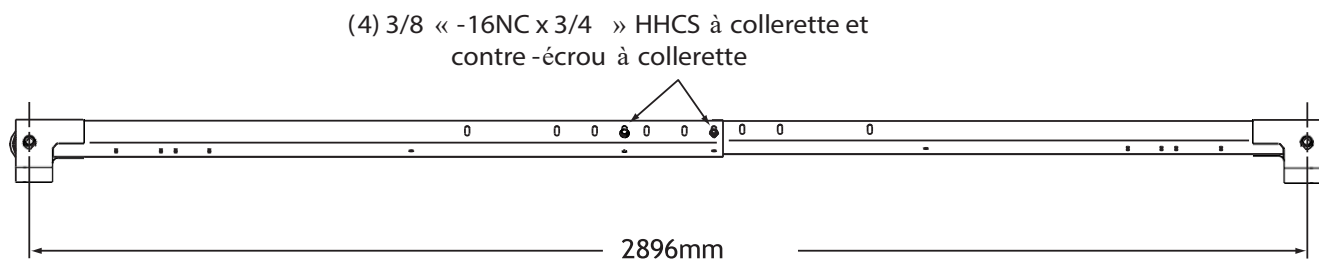

Fig. 6
Assembler le plafond, Fig 6. Ajuster à la dimension appropriée. Installer (4) écrous HHCS et écrous de blocage à collerette, (2) de chaque côté. NE PAS SERRER.